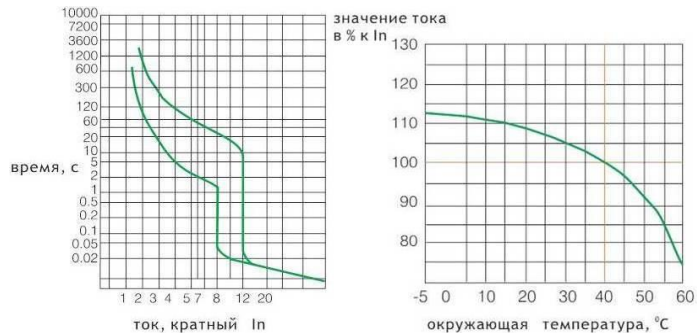
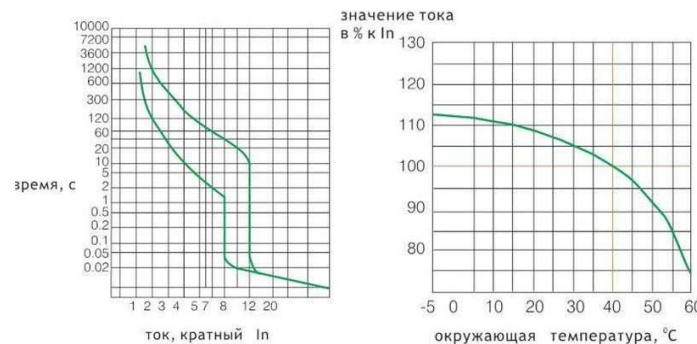

Рис.1 Время токовые характеристики автоматических выключателей ВА 51-39 250А, 320А, 400А
Рис.2 Время токовые характеристики автоматических выключателей ВА 51-39 630А
- 3.11. При применении выключателей с температурой окружающей среды отличной от 40°C следует применять температурный коэффициент рис.1, рис. 2.
4.2.6. Время – токовые характеристики выключателей с расцепителями тока перегрузки приведены на рис.1, рис.2.